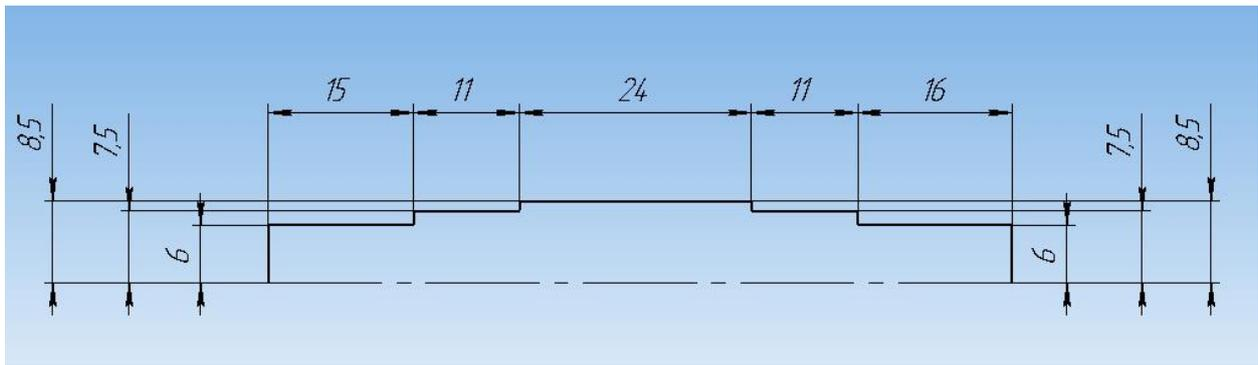

Рисунок 74.
2. На инструментальной панели **Геометрия** выберите **Непрерывный ввод объектов**, (начните с начала координат) нарисуйте профиль контура  $\frac{1}{2}$  вала. Выберите команду **Отрезок** и нарисуйте ось вращения, предварительно изменив стиль линии на **Осевая** на панели свойств. Чтобы проверить себя, нанесите размеры, определяющие эскиз (рисунок 74).